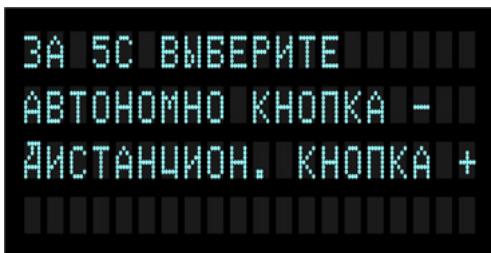

Рисунок 4 - Информационный экран меню выбора
5.3.4 Информационный экран меню выбора (рис. 4) предлагает выбор способа управления работой генератора: автономно посредством кнопок или дистанционно – от компьютера.